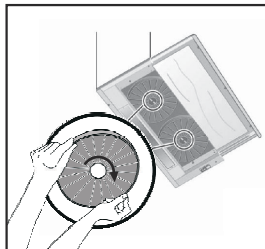

Fig. 5: KUL1 / KUL2 / KUL3
- 1. Sæt kulfiltererne med de hule sider ind mod motorens overflade(r) (Fig. 5).
- 2. Kulfilteret skal nu med urets retning "skrues" på motorens overflader (Fig. 5).